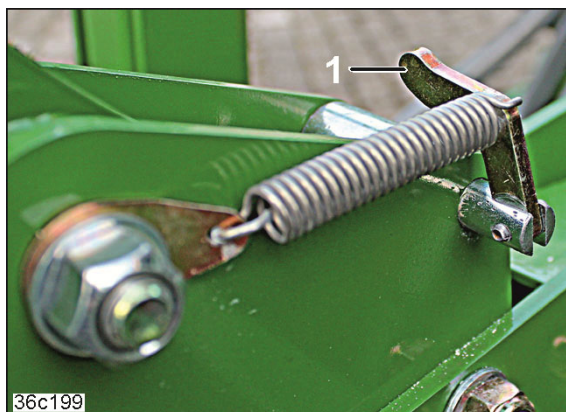

Fig. 189
2. Relever les deux poignées (Fig. 189/1).